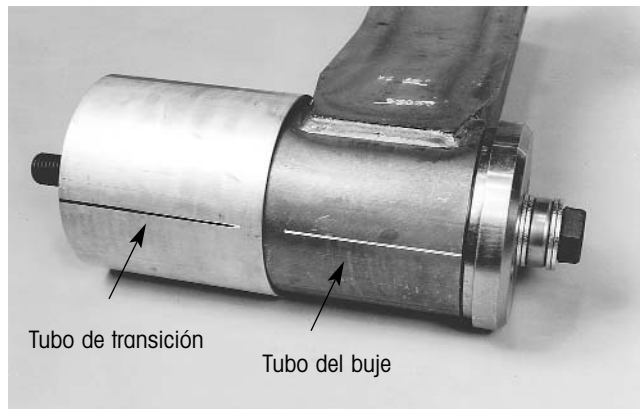

Figura 31. Alinee las líneas para una buena orientación del buje
12. Alinee la línea dibujada en el tubo de transición con la línea dibujada en el tubo del buje (figura 31).